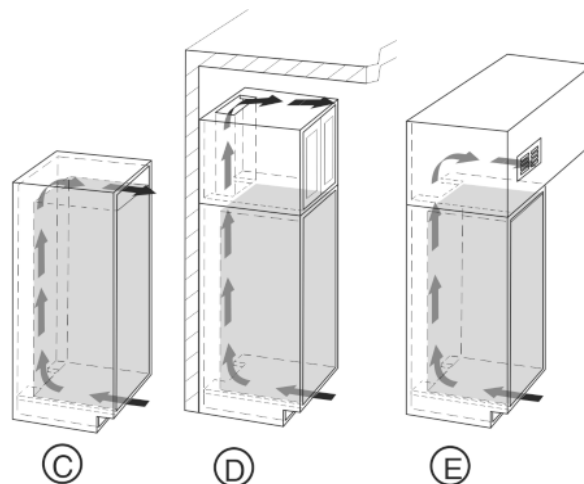

Fig. 4
- Верхняя площадь вентиляционного отверстия может быть выполнена непосредственно над устройством и снабжена вентиляционной решеткой Fig. 4 (C), находиться рядом с крышкой над мебелью Fig. 4 (D), или иметь вид вентиляционного отверстия в промежуточной перекрытии Fig. 4 (E).